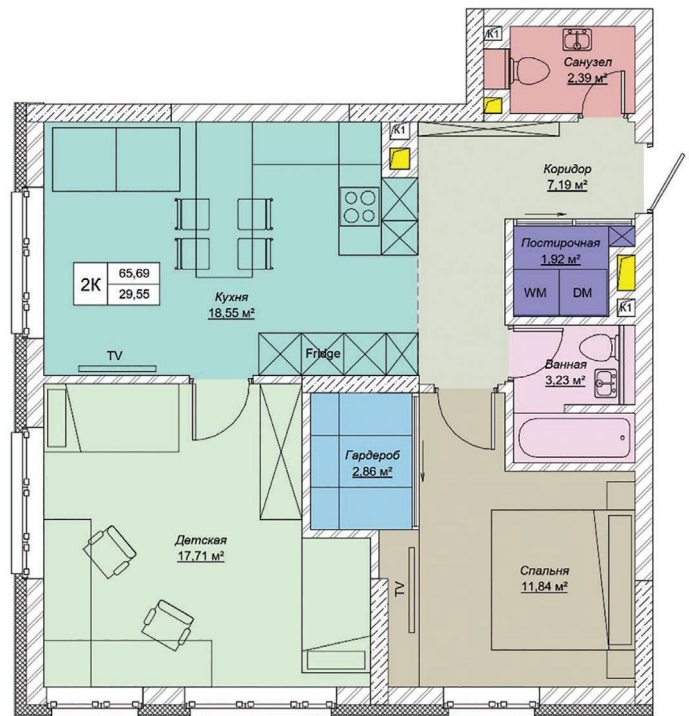

Рис. 2
**б) Система в кирпичных или бетонных шахтах** применяется там, где нужно максимально “освободить” планировку квартир от “торчащих” шахт (рис. 2). Форма и компоновка этих шахт может быть любой, в пределах возможностей производства.